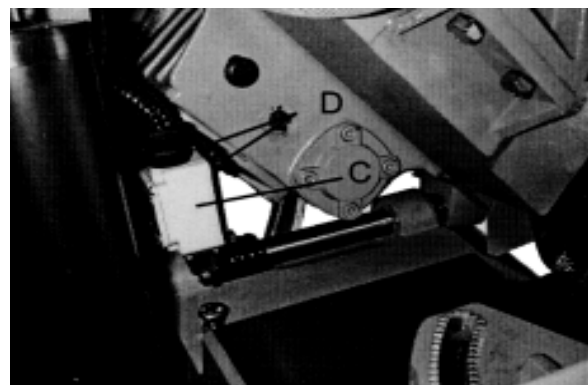
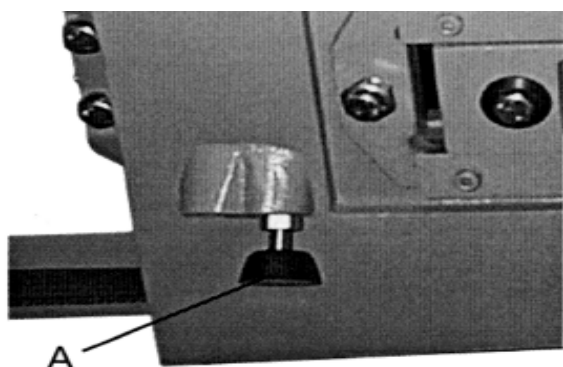

Fig. 12
Fig. 14
5. Wenn die Maschine nach Durchsägen des Werkstückes nicht zurückstellt, ist der untere Endschalter (C Fig.12) einzustellen.
6. Die 2 Schrauben (D Fig.12) lösen und den Schalter (C Fig.12) einstellen.
Der mechanische Endanschlag (A Fig. 14) bremst vor dem Sägeende die Absenkung und verhindert so eine grosse Brauenbildung des Werkstückes. Um dies zu erreichen muss der Anschlag 1mm vor Sägeende auf dem Säge Tisch auftreffen. Durch das Eigengewicht senkt sich der Arm ganz ab. Es ist darauf zu achten, dass die Einstellung des Endschalters (C Fig. 12) mit dem Endanschlag (A Fig. 14) übereinstimmt.